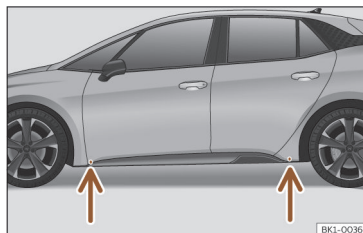
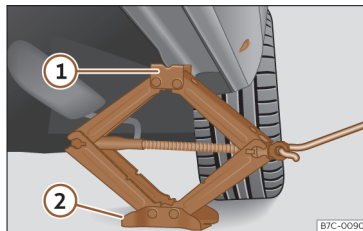

Fig. 61 Pontos de apoio do macaco.
Fig. 62 Longarina: colocação do macaco do veículo.
5. Coloque o macaco das ferramentas de bordo debaixo do ponto de apoio mais próximo da roda a mudar >>> Fig. 61. Rode a manivela do macaco para elevá-lo até a patilha ficar sob o alojamento previsto >>> Fig. 62.